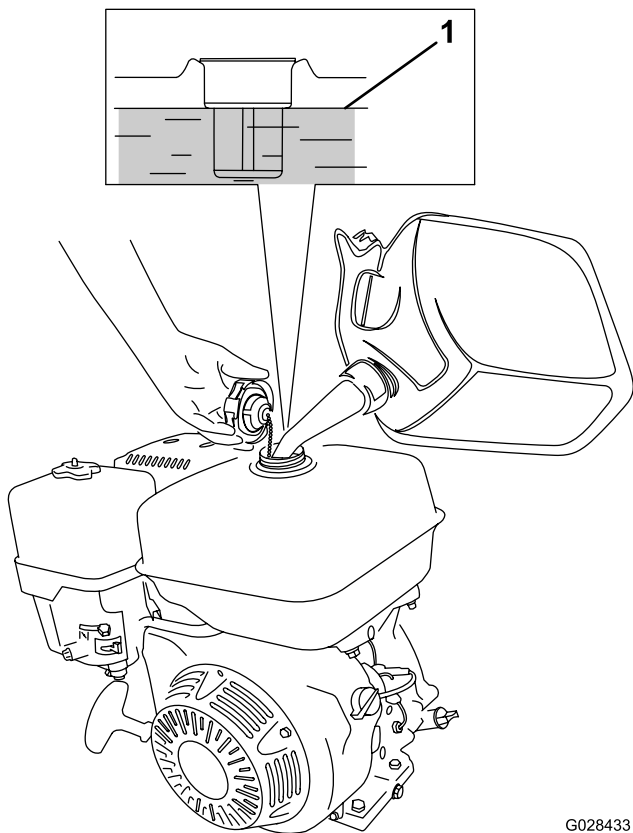

图14
1. 清理燃油箱盖附近的区域，从油箱上取下盖子（图 14）。使用无铅汽油（最低 87 泵辛烷值），将油箱加到油箱顶部以下约 25mm 处，预防燃油发生膨胀。